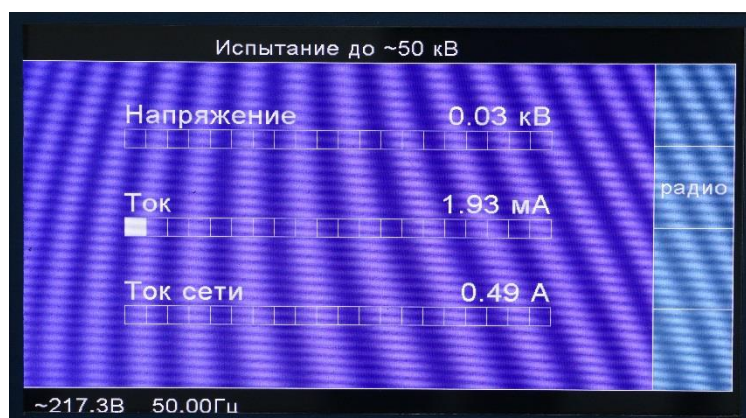

Рис.8.6.
Нажать кнопку блока управления «ВЫПОЛНИТЬ». На экране появится рабочая заставка этого режима (рис.8.6).
- нажать кнопку (рис.4.1 поз.2), расположенную у надписи «радио» (см. рис. 8.6.)